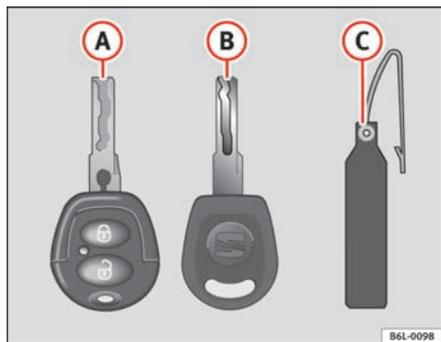

Fig. 45 Juego de llaves
- una llave con mando a distancia ⇒ fig. 45 A
Sólo es posible hacer duplicados con el número de la llave del llavero de plástico ⇒ fig. 45 B. Por este motivo: